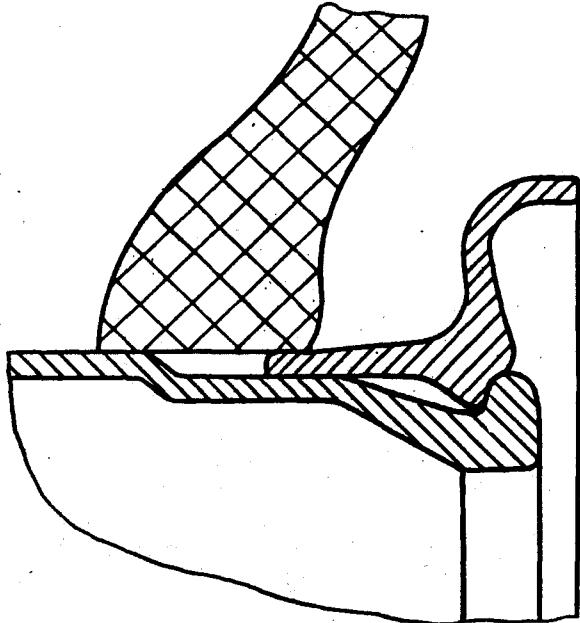

Рис. 69. Заход радиуса пятки борта шины на кромку замочного кольца
5. Поставить колесо бортовым кольцом к стене и надуть шину до давления, обеспечивающего заход радиуса пятки борта шины на кромку замочного кольца (рис. 69). Давление воздуха вшине не должно превышать 60 кПа (0,6 кгс/см2).